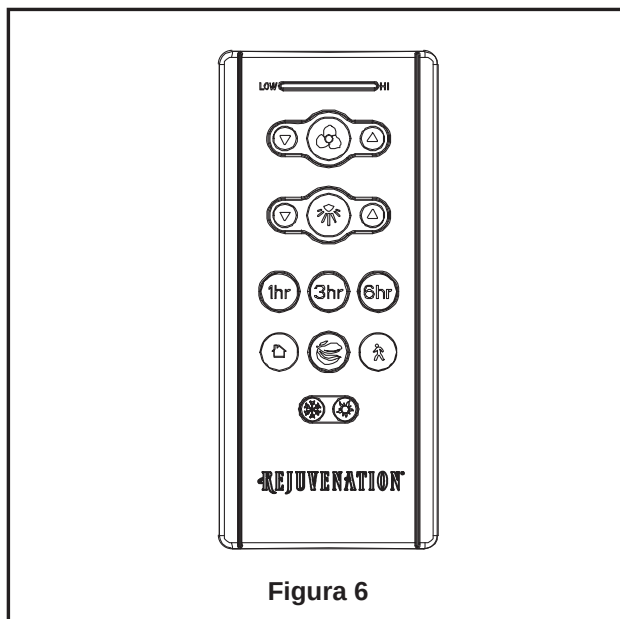

Figura 6
- ☐ 6. Instale la carcasa de iluminación con cristal en la placa de iluminación usando los tornillos anteriormente extraídos. (Figura 6)
8. Funciones del control remoto: (Figura 6)